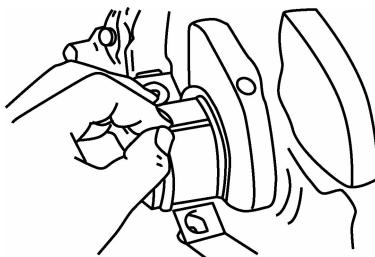

图 2-7 测量曲轴径向间隙
(4)如图 2-7 所示,拆下曲轴主轴承盖,用测量尺测量挤压过的塑料间隙规的厚度。新轴承径向间隙应为  $0.03\sim0.08 \text{ mm}$ ,磨损极限值为  $0.17 \text{ mm}$ 。超过磨损极限时,应对相应轴承进行更换。